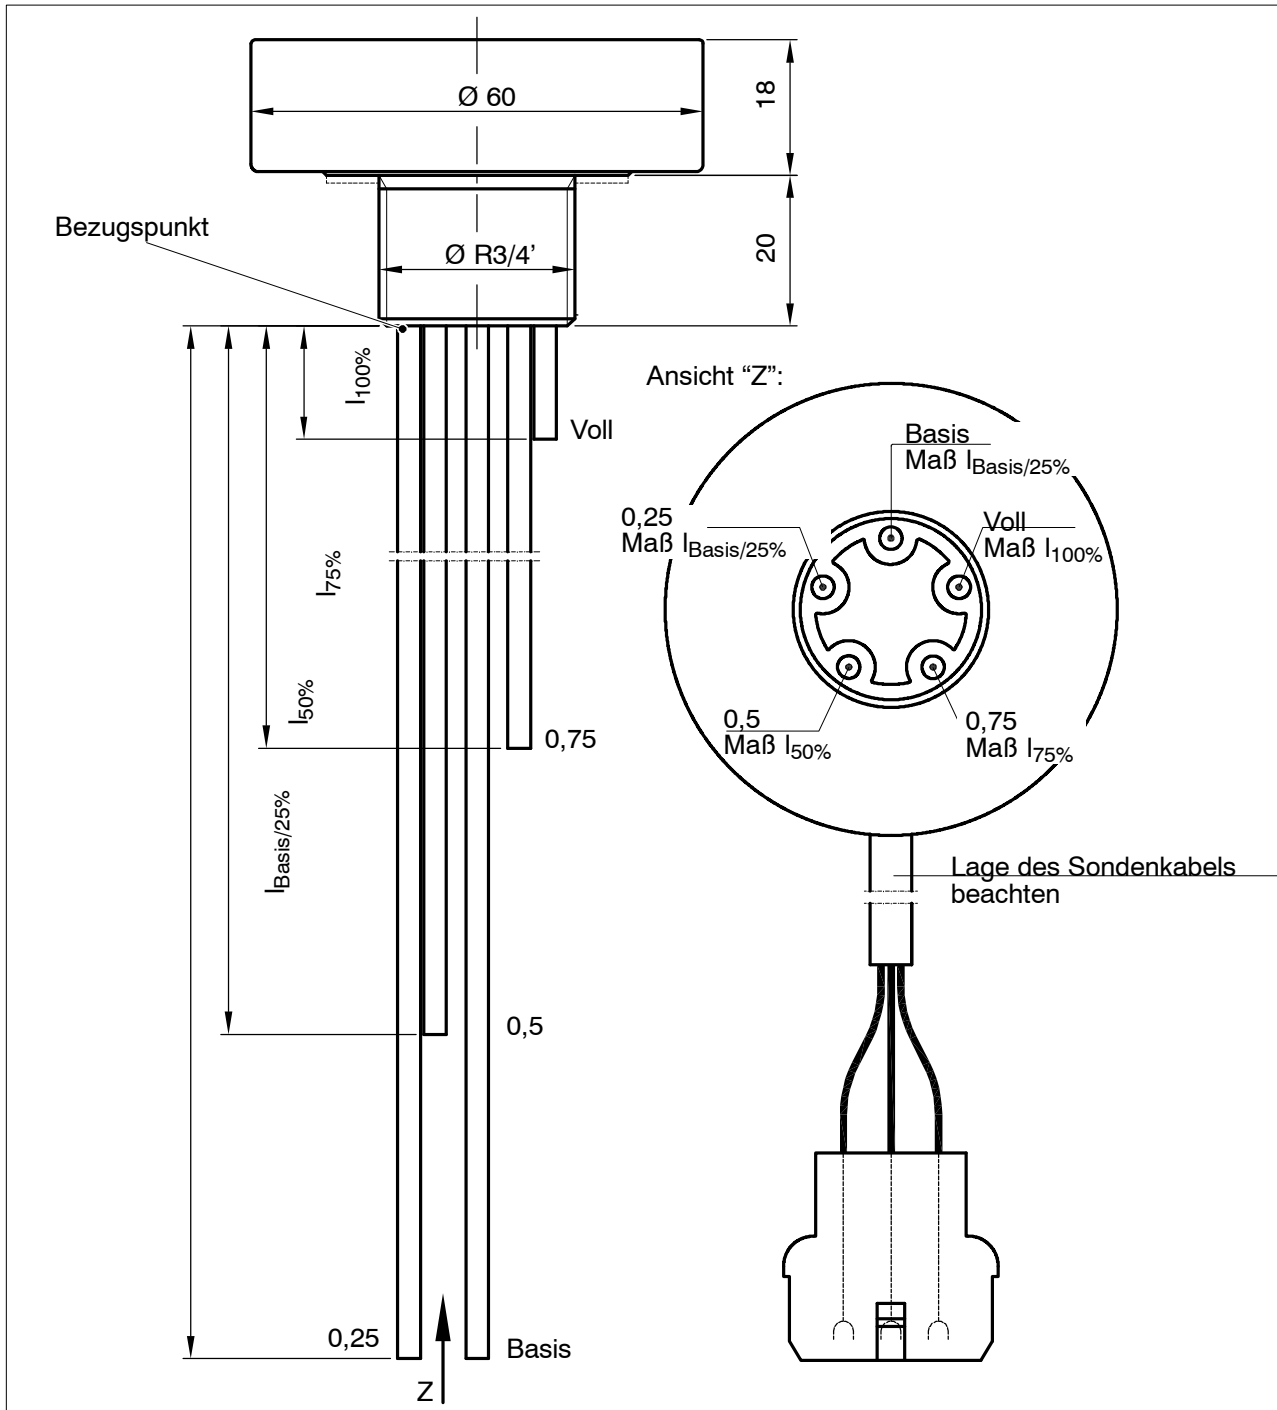

Bild 2 Tanksonde M400 bzw. M600 für die Messung in vier Stufen
2. Die errechneten Längen an den Sondenstäben markieren (z. B. mit einem Klebeband). Bezugspunkt ist hierbei die untere Fläche des Gehäuses (s. Abb. 2).